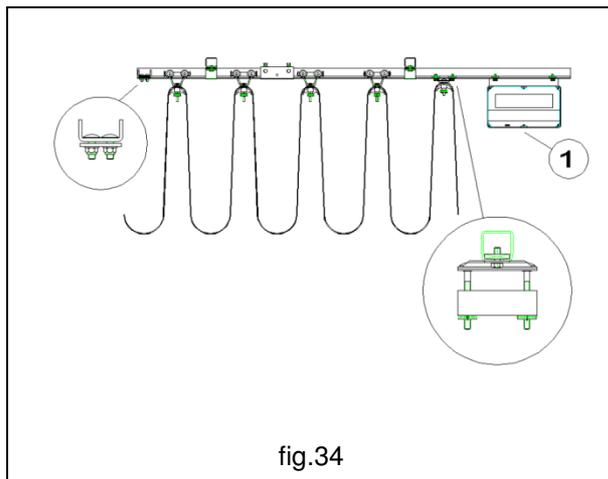

fig.34
7. Inserire nella canalina i festoni, fissare i fermi e il terminale per cavo. Verificare il corretto scorrimento dei carrelli nei profili ed, eventualmente, controllare l'allineamento delle canaline in corrispondenza delle giunzioni. Fissare l'apparecchiatura di rotazione **1** all'inizio canalina (fig. 34).